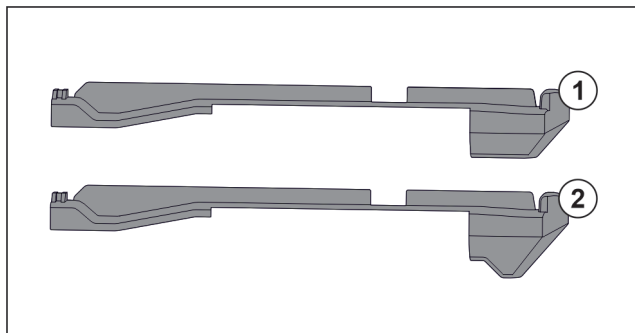

Fig. 69 Comparación de las piezas de acoplamiento
En el aparato hay dos piezas de acoplamiento distintas. La pieza de acoplamiento situada por encima del cajón inferior Fig. 69 (2) tiene un borde triangular. Todas las demás piezas de acoplamiento Fig. 69 (1) tienen un borde recto.
- ▶ Coloque la pieza de acoplamiento Fig. 69 (2) con borde triangular sobre el cajón inferior.
- ▶ Coloque las piezas de acoplamiento Fig. 69 (1) con borde recto en todas las demás posiciones.